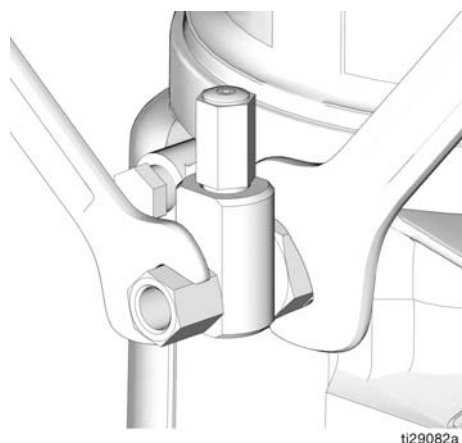

Рис. 30
1. Ослабьте фитинг патрона насоса (Рис. 30).
3. Затяните фитинг патрона насоса, поворачивая два ключа в противоположные стороны (Рис. 30).